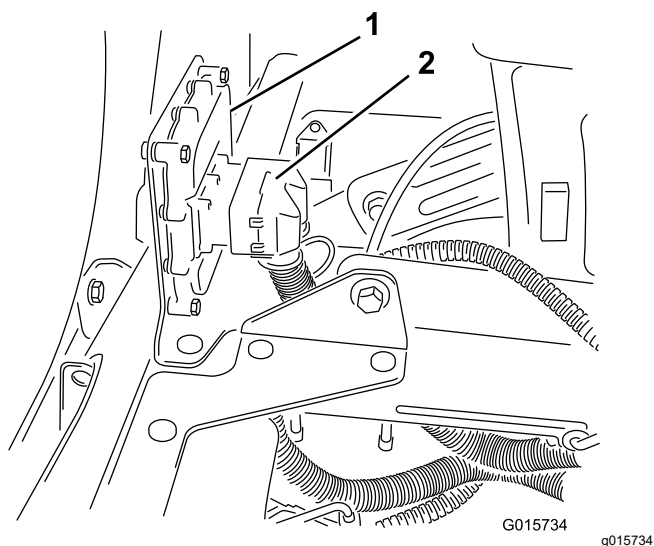

Figure 33
2. Branchez le connecteur à 50 douilles du faisceau des rampes soniques sur le connecteur à 50 broches du contrôleur électronique, et fixez les connecteurs avec la vis à tête à creuse (Figure 33).